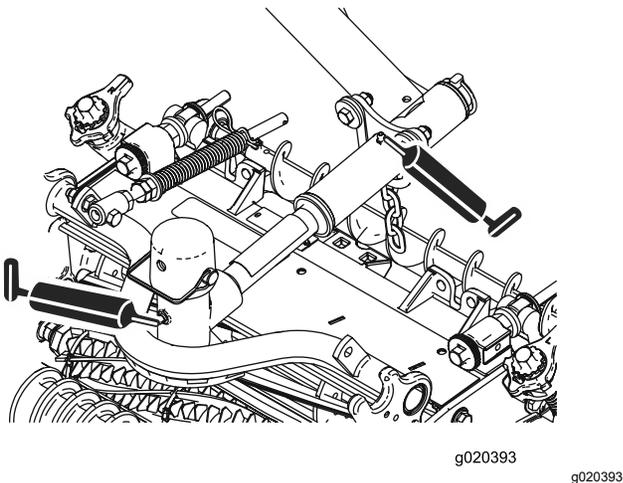

Рисунок 57
- Шарниры режущих блоков (по 2 шт.); см. Рисунок 57.